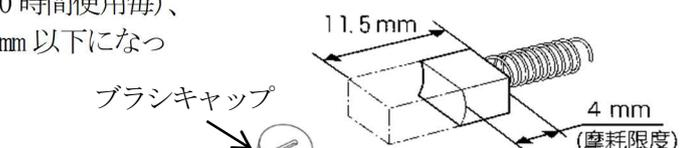

図 H-1
1. カーボンブラシは定期的に点検が必要です。(およそ 100 時間使用毎)、カーボンブラシにひび割れ・欠けがあったり、長さが 4mm 以下になっていたら交換して下さい。(図 H-1)